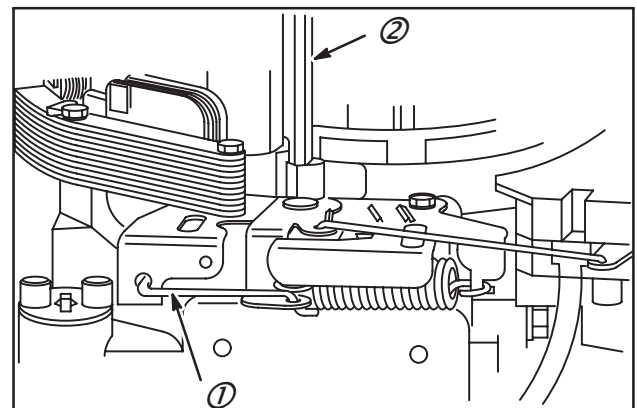

Fig. 121
4. Sur les supports Anciens modèles, installer le frein sur les points fixes et mobiles puis utiliser l'outil Réf. : 19229 (2) pour replier l'accrochage sur la boucle de frein à bande, Fig. 121.
1. Placer l'extrémité baïonnette de la cale de réglage du frein, outil Réf. : 19256 (1), sur le levier de commande, Fig. 121.